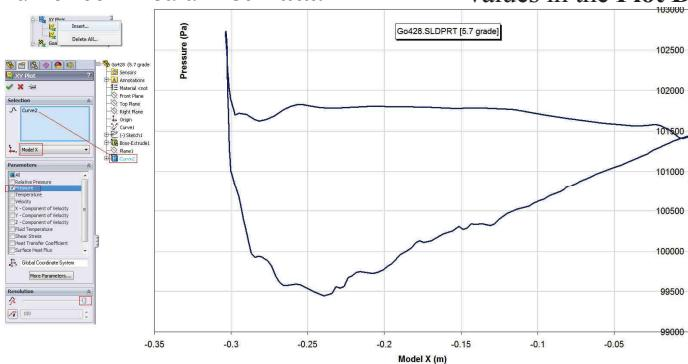

Fig. 16.23
- Click dreapta pe icoana **XY Plots** și selectie opțiune **Insert**. Va apărea fereastra **XY Plot**, fig. 16.23.
- Right click on **XY Plots** icon and select **Insert** option. The **XY Plot** window appear, fig. 16.23.